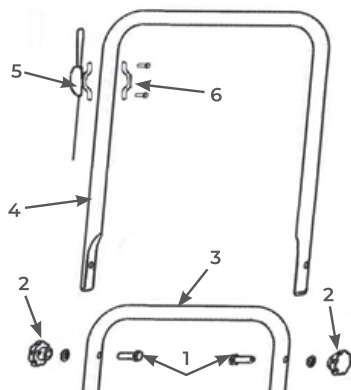

РИС. 3
- Совместите отверстия в нижней 3 и верхней 4 частях рабочей рукоятки (Рис. 3).
- Закрепите рычаг с помощью скобы крепления 6 и входящего в комплект крепежа (Рис. 3).